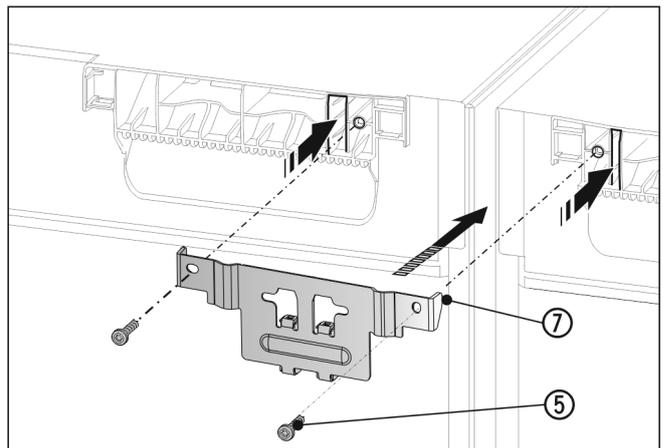

Fig. 19
▶ 使用间隔垫片将角 Fig. 19 (7) 推入设备之间，并使用接片将其推入设备盖板中。使用两颗螺栓 Fig. 19 (5) 紧固。